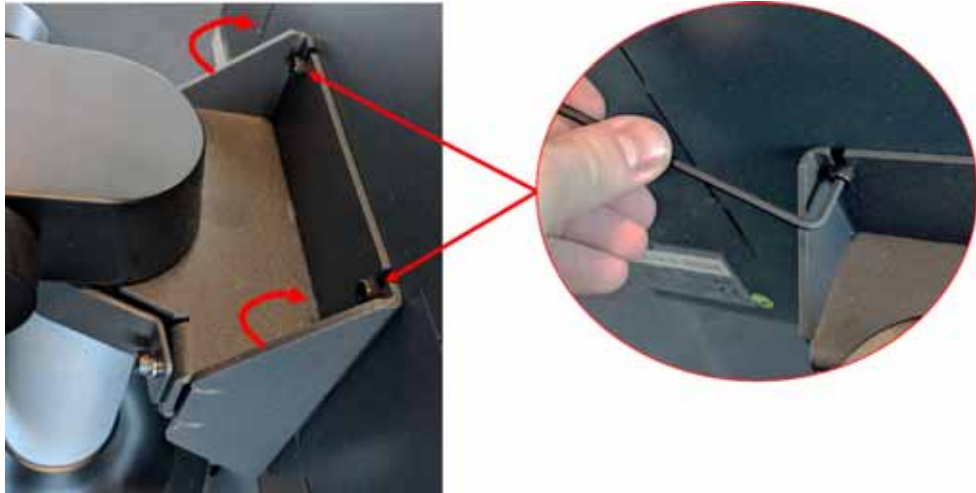

Abbildung 15-19 Lösen der oberen Schrauben
8. Lokalisieren Sie die zwei oberen Befestigungselemente, mit denen die MCU an der Halterung befestigt ist, und lösen Sie sie mit einem rechtwinkligen 4-mm-Inbusschlüssel oder Sechskantschlüssel. Siehe Abbildung 15-19.